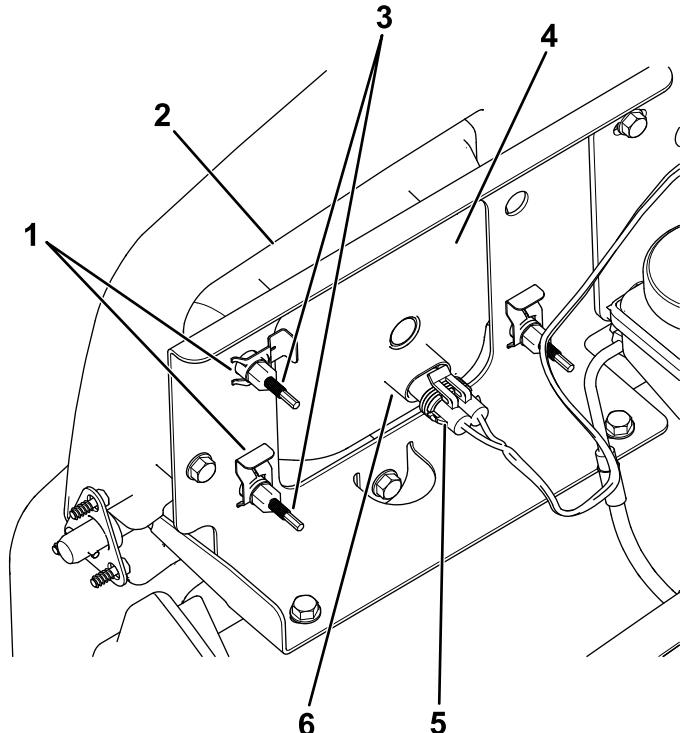

图 48
3. 将线束的电气接头与新灯总成的接头断开图 48。
4. 卸下将大灯固定至大灯支架上的快速夹图 48。
5. 将大灯总成从前保险杠的开口向前推出卸下大灯总成图 48。
6. 通过保险杠开口将新大灯装入图 48。
8. 将线束的电气接头与灯总成的接头连接图 48。
5. 在大灯总成背面旋转调节螺丝图 48 以转动大灯总成调整光束投射的位置。